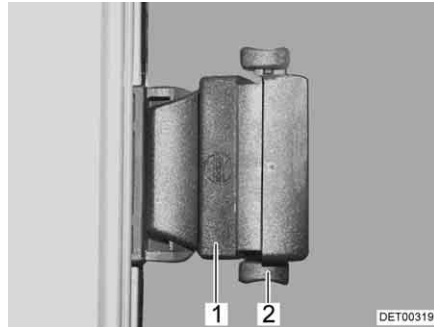

Bild 102 Schiebefenster mit Druckverriegelung
- Verriegelung (Bild 102,2) lösen.
- Griff (Bild 102,1) drücken und gleichzeitig nach vorn oder hinten schieben.